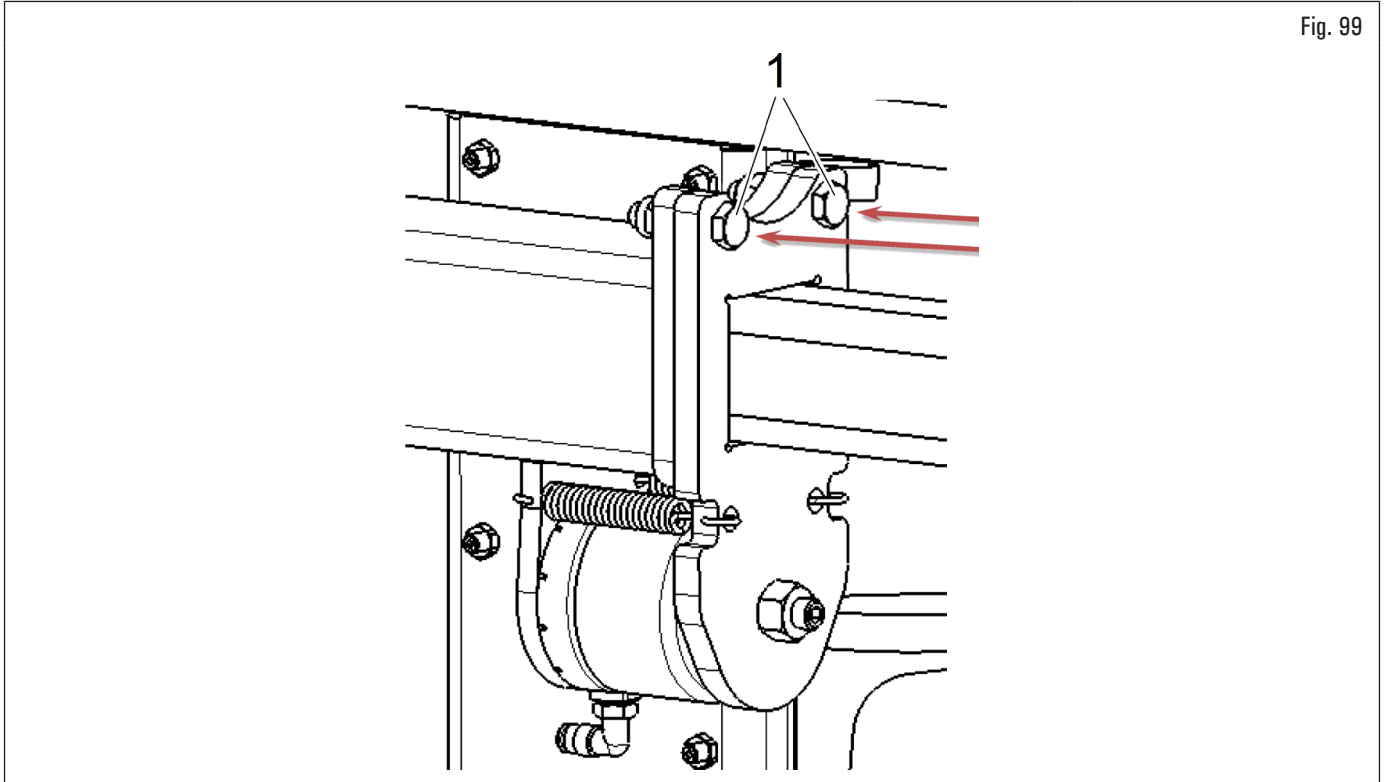

Fig. 99
2. Atornillar completamente los tornillos de fulcro (Fig. 99 ref. 1) pero sin apretarlos, sólo alineados. desde esta posición, desenroscar 1 vuelta los tornillos (Fig. 99 ref. 1);